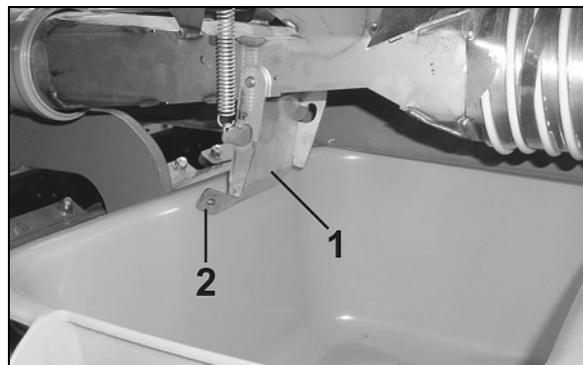

Fig. 71
4. Ouvrez la trappe de chambre d'injection (Fig. 71 / 1) de chaque doseur.
Lors de l'ouverture et de la fermeture de la trappe de chambre d'injection (Fig. 71 / 1).
Saisissez la trappe de la chambre d'injection uniquement au niveau de l'attache (Fig. 71 / 2), vous risquez sinon de vous blesser lorsque la trappe de la chambre d'injection à ressort se referme (Fig. 71 / 1).
Ne mettez jamais les mains entre la trappe de la chambre d'injection (Fig. 71 / 1) et la chambre d'injection !
8. Avec prudence, fermez la trappe de la chambre d'injection (Fig. 71 / 1) (risque d'écrasement, voir indication de danger).
10. Ouvrez la trappe de la chambre d'injection (Fig. 71 / 1).